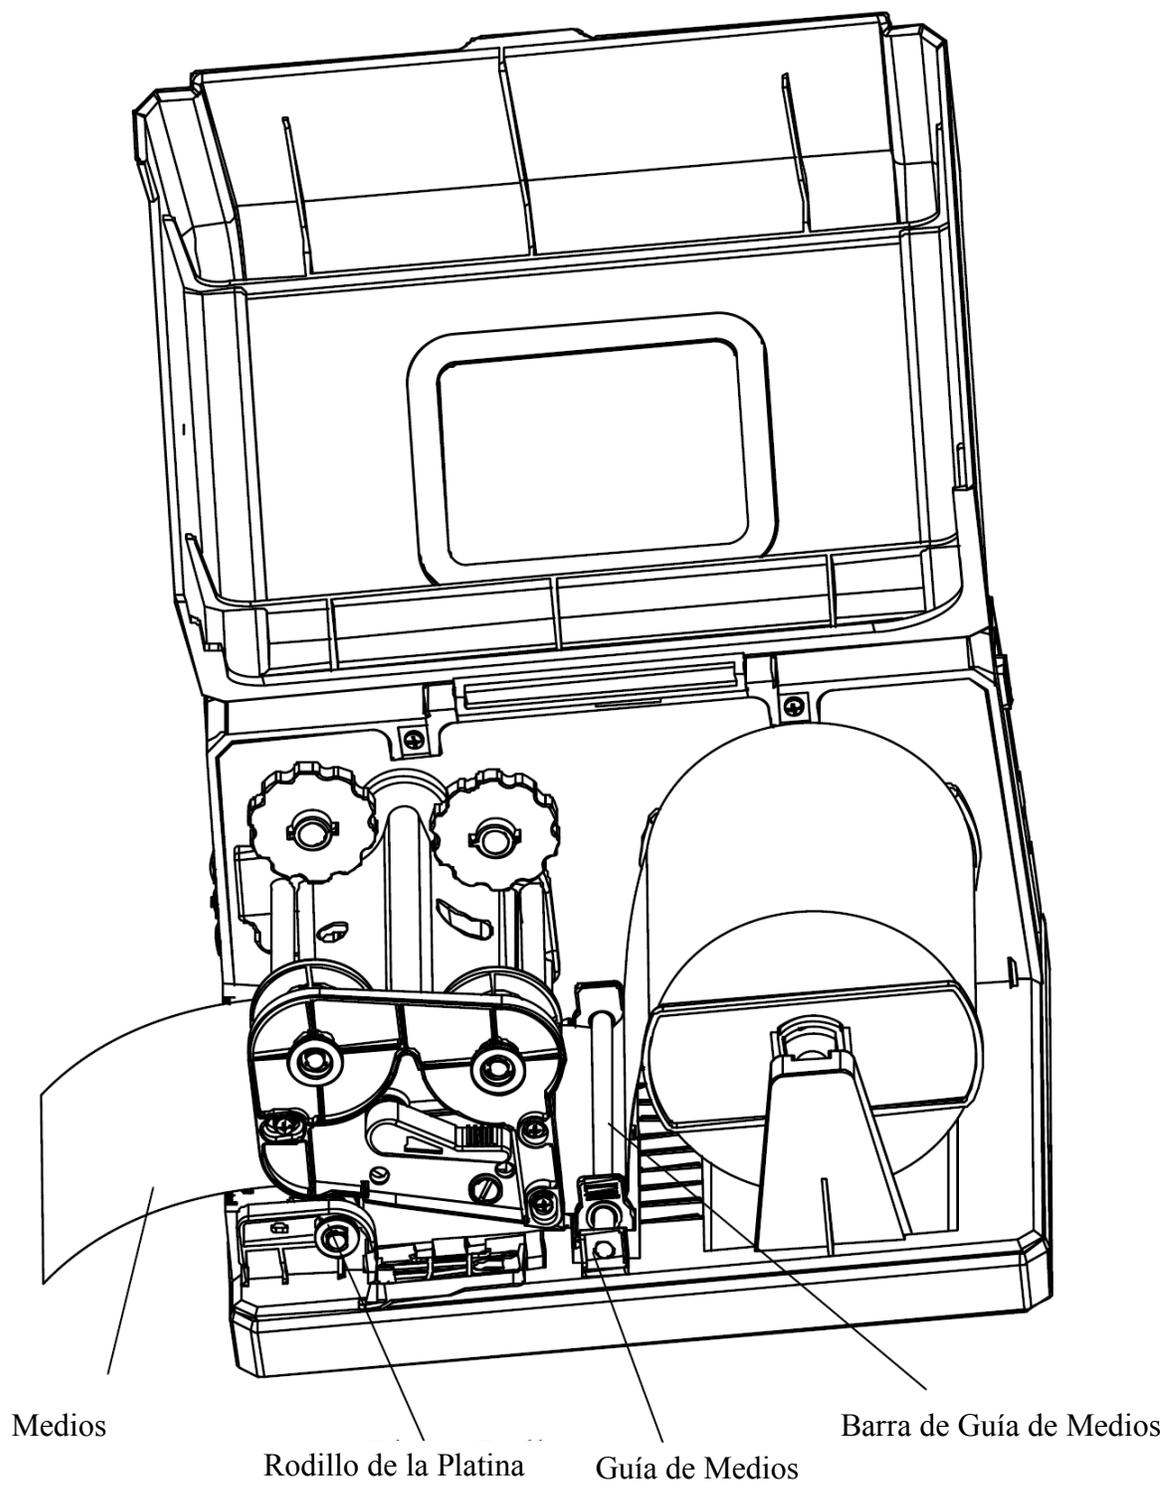

Figura 6-3
8. Deslice las Guías de Medios al borde de los medios; no comprima las etiquetas, asegúrese de que estas permanezcan planas (véase la Figura 6-3).